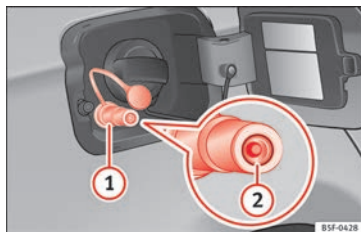

Fig. 234 Tapa del depósito abierta: boca de carga de gas ①, retén de la boca de carga ②.
- Destape la boca de carga de gas » » » **fig. 234 ①**.